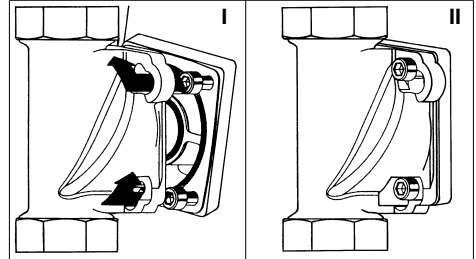

Abb. 7: Einbaudrehflansch mit Bajonett
- An den Einbaudrehflansch so ansetzen, dass die Schraubenköpfe durch die Bajonettbohrungen hindurchgehen (siehe Abb. 7 I).
- Die vier Zylinderschrauben M6x130 fest anziehen (siehe Abb. 7 II).
- Die Enthärtungsanlage so an den mit „G“ gekennzeichneten Flansch des Umgehungsventils ansetzen, dass die Schraubenköpfe durch die Bajonettbohrungen hindurchgehen (siehe Abb. 7 I).